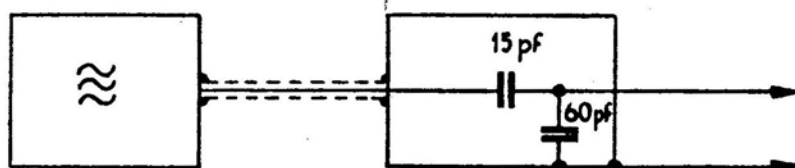

Figure 10
- 1° Suivant le schéma de la figure 10, appliquer un signal modulé de 452 kHz entre la douille antenne et la masse;
- 7° Procéder ensuite aux réglages suivant le tableau ci-contre en connectant le générateur à la prise antenne du poste, suivant le schéma de la figure 10;